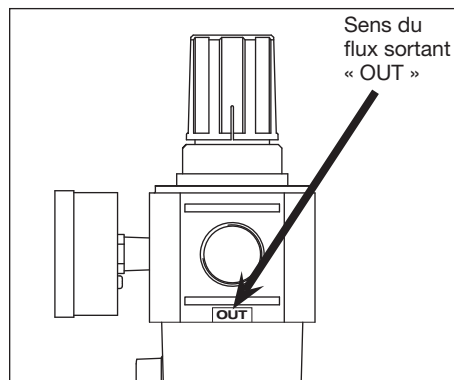

Figure 2 - détail montrant l'emplacement du sens du flux « OUT »
1. Repérer le sens du flux d'air entrant « IN » et sortant « OUT ». (voir Figure 2, détail montrant « OUT »). Ceux-ci indiquent la direction du flux d'air.
4. Vérifier les faces de sortie « OUT » de la prise de courant, indiquant la direction du flux d'air (voir Figure 2).